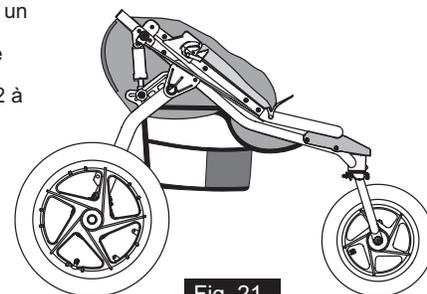
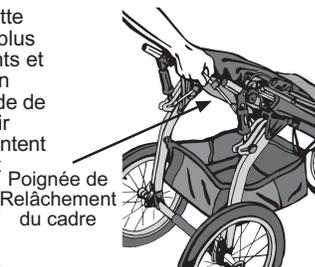

Fig. 21
Fig. 22
**13. LE PLIAGE:** Sortez les enfants de la poussette. Videz le contenu du filet situé en dessous de la poussette. Les amortisseurs doivent être en position 1 (Fig.2) avant de plier la poussette. Appuyez sur les leviers de gauche et de droite de repliement du guidon (Fig. 3) et pliez le guidon vers l'avant tel que cela est illustré dans la Fig. 21. Trouvez la poignée de relâchement du cadre qui se trouve sous le siège (Fig. 22) et tirez d'un coup sec vers le haut. Cela permettra au cadre inférieur de se plier ensemble, tel que cela